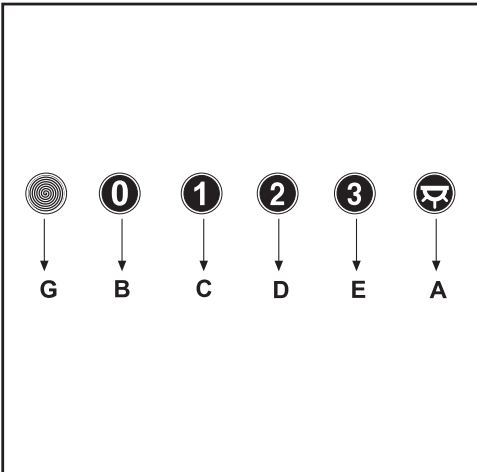

Fig.7
Ne pas relier le tuyau d'échappement de la hotte à un conduit dans lequel circule de l'air chaud ou employé pour évacuer les fumées des appareils alimentés par une énergie différente de celle électrique. En vue d'une manœuvrabilité de l'appareil plus facile, avant d'exécuter les opérations de montage, déconnecter le filtre/les filtres anti-graisse (Fig.7).
• **COMMANDES:** (Fig.7) **Mécaniques** les symboles sont les suivants: